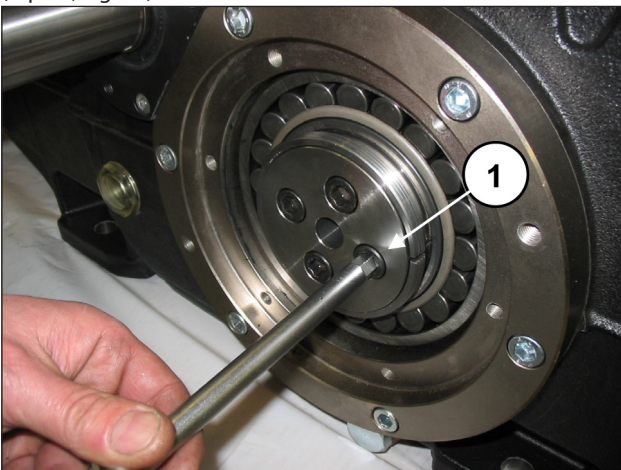

Fig. 13
Dévisser et enlever les vis de fixation du flasque de retenue de la douille, des deux côtés (rep. ①, Fig. 13).